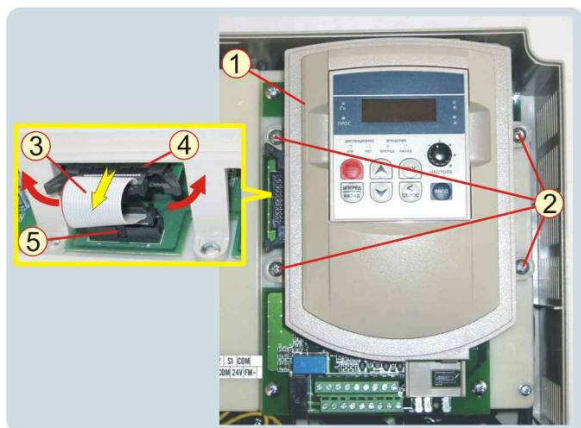

Рис.6.3
6.3.1. Снять кабель 3, раскрыв фиксаторы разъема 4 и отсоединив розетки кабеля из разъемов 4 и 5 (рис.6.3). Положить кабель в тару.
6.3.2. Выкрутить четыре самонарезающих винта 2, снять держатель пульта 1 с пультом (рис.6.3). Положить винты и держатель пульта в тару.